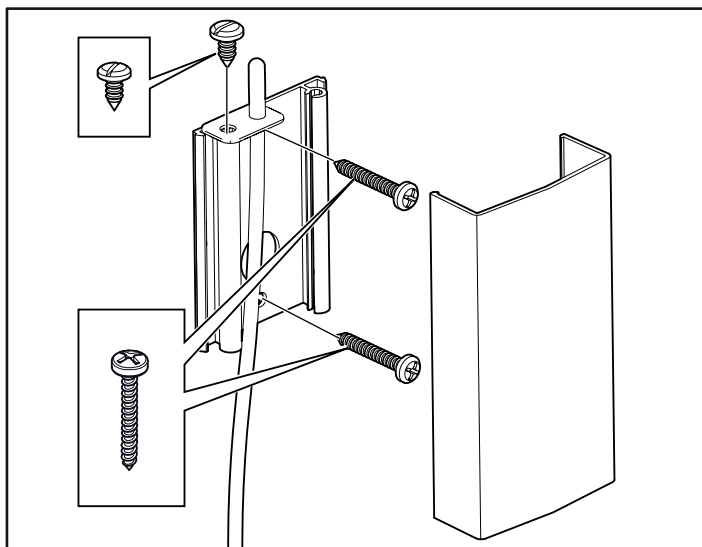
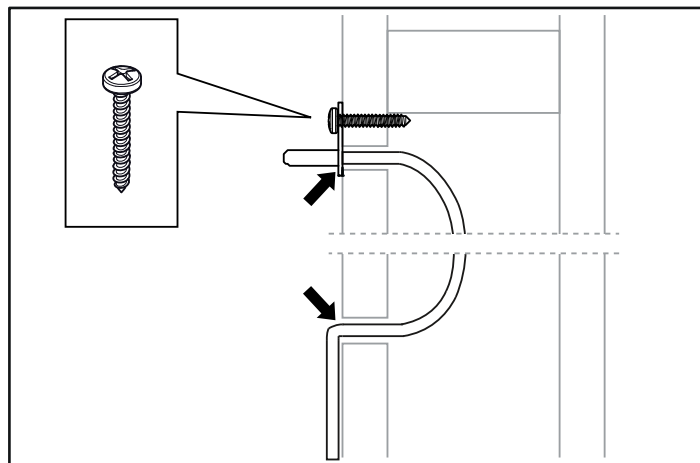

Fig 15: Montering av sensorn
Fig 16: Täta eventuella hål
13. Montera sensorn på väggen se Fig 15. Termistorledningen kan även dras igenom väggen. Täta eventuella hål i väggen bakom sensorn, se Fig 16, sidan 5 Termistorledningen kan förlängas utanför bastun med svagströmsledning (2-ledare).